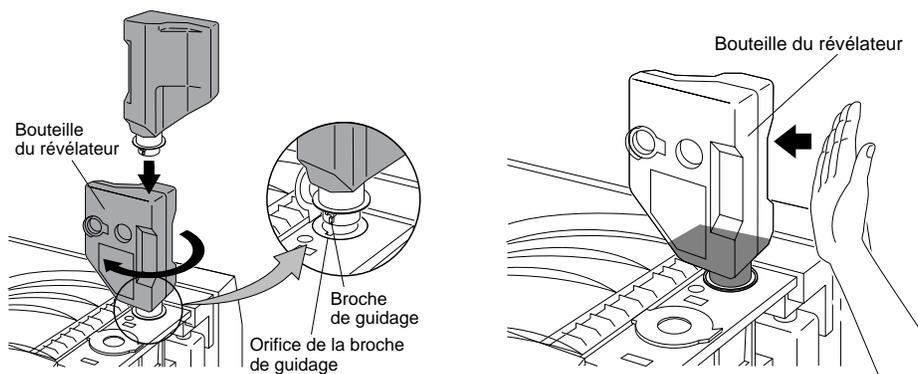

Figure 4-18 Remplissage du révélateur et tapotements sur la bouteille
8. Alignez les broches de guidage de la bouteille avec les orifices correspondants du remplisseur du révélateur. Insérez-y la bouteille et faites-la tourner de 180° dans le sens des aiguilles d'une montre pour commencer le remplissage, comme illustré à la Figure 4-18.
9. Tapez légèrement sur la bouteille du révélateur pour déloger les particules qui auraient pu s'accrocher aux parois, comme illustré à la Figure 4-18.